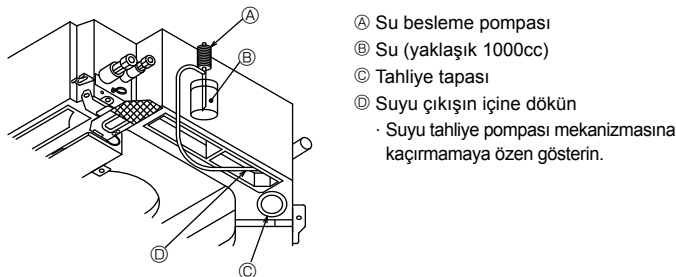

Fig. 6-2
6.3. Tahliye kontrolü (Fig 6-2)